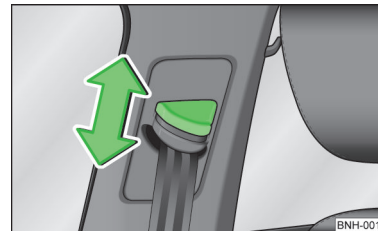

Fig. 7
- Apăsăți armătura de ghidare și împingeți în direcția dorită, înspre în sus, sau înspre în jos » fig. 7.